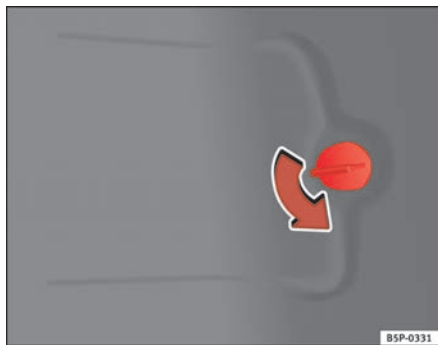

Fig. 188 Luces en la carrocería
- Abra la tapa del panel lateral del maletero ⇒ fig. 188.